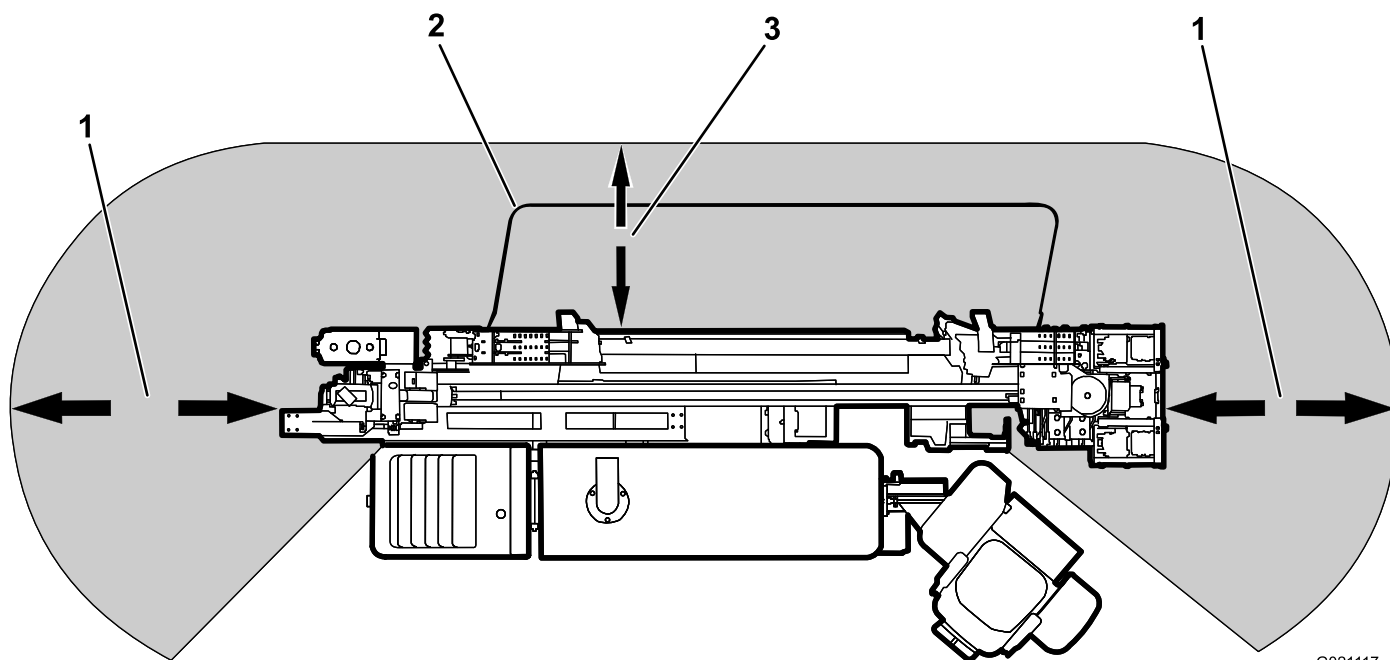

Figure 4
- Abaissez toujours la barre de sécurité avant de forer (Figure 4).